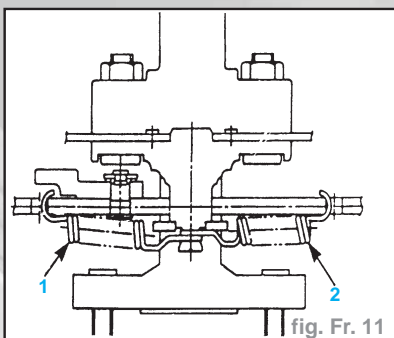

fig. Fr. 11
Important : Assembler le ressort de rappel supérieur (1) de la mâchoire primaire en haut du ressort de rappel supérieur (2) de la mâchoire (fig. Fr. 11).